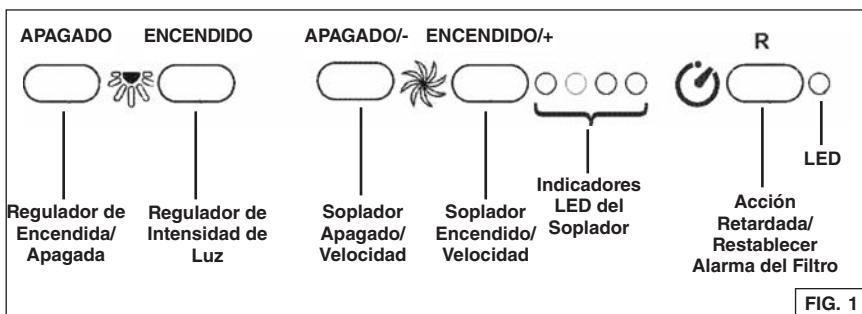

FIG. 1
La campana se utiliza con los (5) pulsadores ubicados en el borde delantero de la campana. Fig. 1.